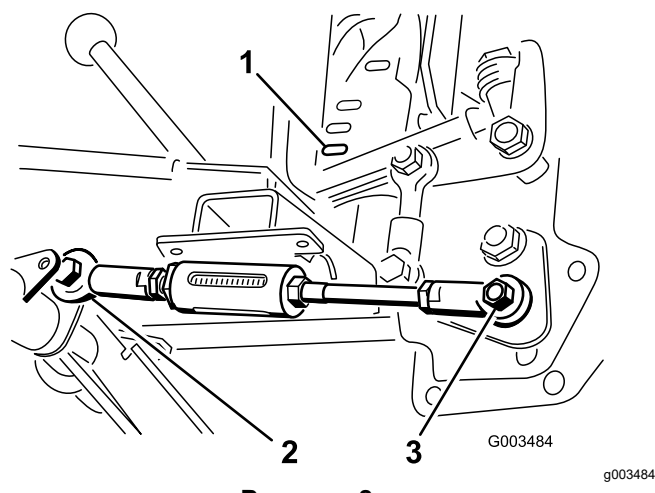

Рисунок 8
6. Двигайте рукоятку подъема, пока отверстие в шаровой опоре не совместится с отверстием на правой стороне рычага регулируемой тяги на шарнирной трубе, и прикрепите тягу к рычагу болтом (½ x 1½ дюйма) и контргайкой (½ дюйма) как показано на Рисунок 8.